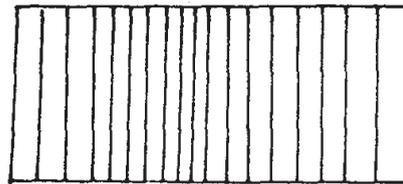

Figura 3
- Coloca la segunda capa de varilla; ésta lleva mayor separación entre varillas (figura 3).